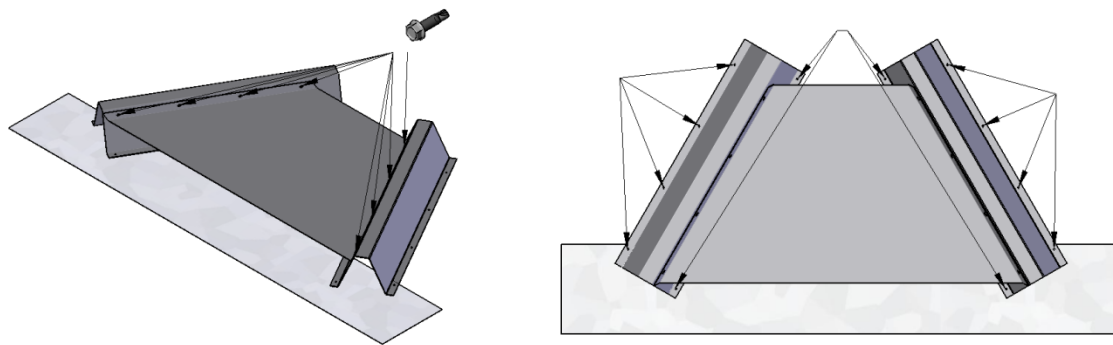

Figure 7 Installation de l'espaceur inférieur du foyer
2. Puis assemblez l'écran radiant (G) sur les supports (F) de l'espaceur inférieur (voir Figure 7) en utilisant huit grosses vis autotaraudeuses (N).
4. En utilisant des vis à bois d'au moins 1½" (non fournies), attachez solidement les côtés gauche et droit de l'espaceur inférieur au plancher, de même que l'avant et l'arrière des deux côtés intérieur, tel que montré à la Figure 7. Si possible, fixez l'espaceur inférieur aux solives de plancher avec des vis à bois de 3" (non fournies).